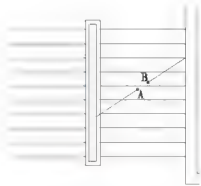

图 2.121 将斜线在 A 点和 B 点处打断
③ 在**指定第一个打断点** 提示下, 关闭【**对象捕捉**】功能, 单击如图 2.121 所示的 A 点位置, 选择 A 点为第一个打断点。
④ 在**指定第二个打断点** 提示下, 单击如图 2.121 所示的 B 点位置, 选择 B 点为第二个打断点, 结果将斜线打断, 形成一个 AB 口。
⑤ 关闭【**正交**】功能, 执行菜单栏中的【**绘图**】|【**多段线**】命令, 将图 2.121 绘制